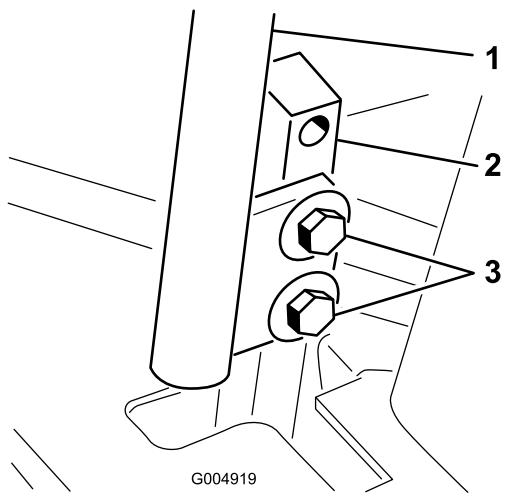

Figure 87
3. Desserrez les boulons de fixation des leviers de commande (Figure 87).